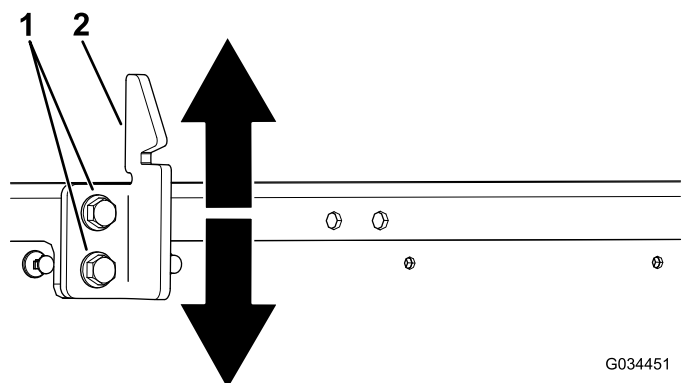

Figura 66
3. Allentate i 2 bulloni sul gancio di chiusura del pianale e spostate il gancio su o giù, a seconda se è troppo alto o troppo basso (Figura 66).
4. Serrate i 2 bulloni sul gancio di chiusura del pianale (Figura 66).